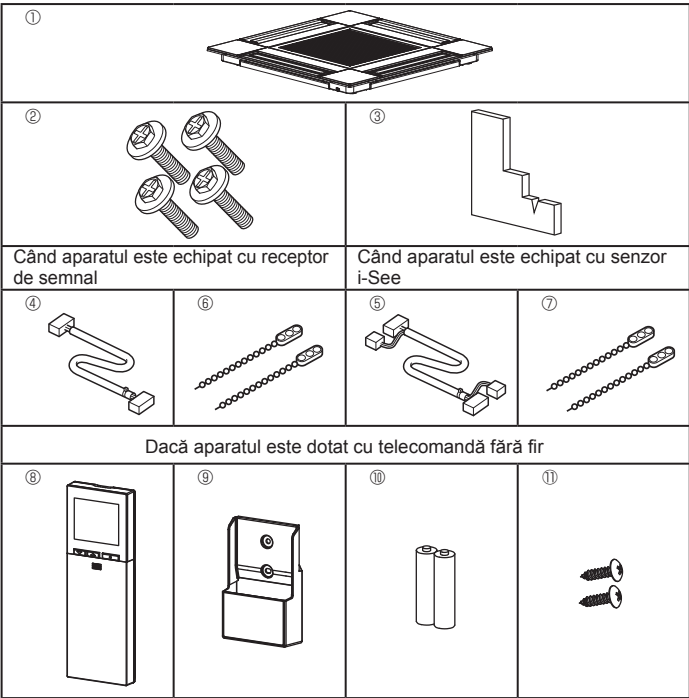

Fig. 10-1
10.1. Verificarea accesoriilor grilei (Fig. 10-1)